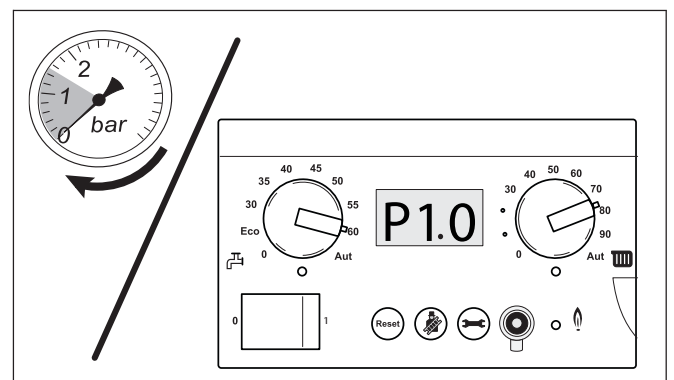

Fig. 14 Leggere l'indicazione della pressione
- Leggere la pressione sul manometro analogico sul gruppo di collegamento o sul pannello di comando del BC10 (fig. 14).
- Sfiatare l'impianto di riscaldamento mediante le valvole di sfogo aria dei radiatori. Iniziare l'operazione dal piano inferiore dell'edificio e proseguire con i piani più alti (fig. 14).